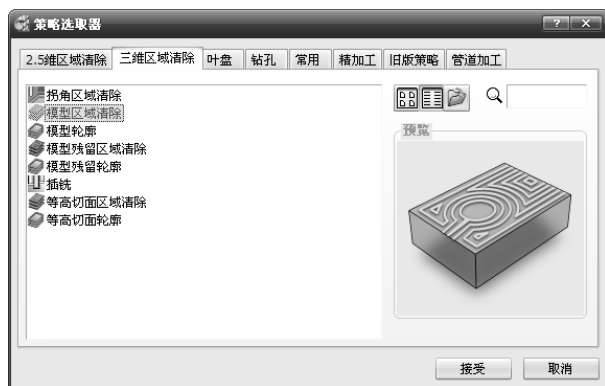

图 3-79 “策略选取器”对话框
1) 单击主工具栏上的“刀具路径策略”按钮, 弹出“策略选取器”对话框, 单击“三维区域清除”选项卡, 在弹出的三维区域清除策略选项中选择“模型区域清除”加工策略, 如图 3-79 所示。单击“接受”按钮完成。